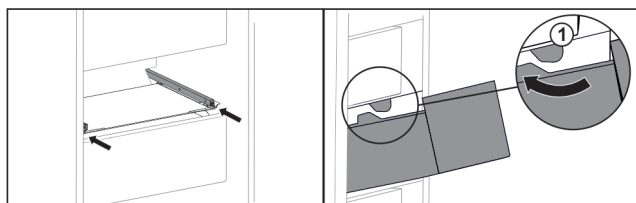

Fig. 100
- ▶ Prevedte zásuvku okolo zarážok Fig. 100 (1).